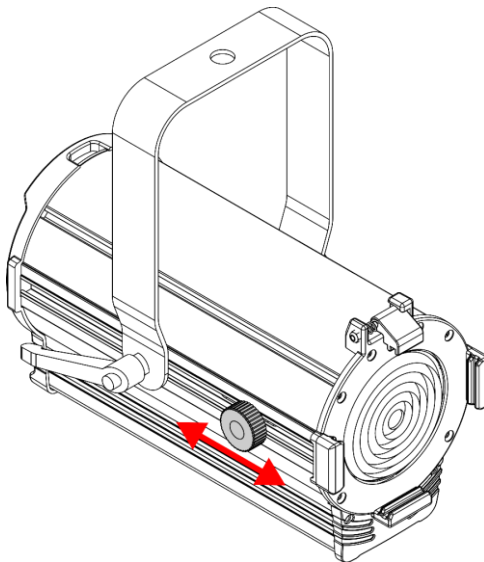

Fig. 06
- 01) Ruotare il **controllo dello zoom (05)** in senso antiorario per allentarlo.
- 02) Far scorrere il **controllo dello zoom (05)** in avanti o indietro per ottenere l'angolazione del fascio desiderata (cfr. Fig. 06).
- 03) Dopo aver regolato l'angolazione del fascio, ruotare il **controllo dello zoom (05)** in senso orario per serrarlo. Non serrarlo eccessivamente.